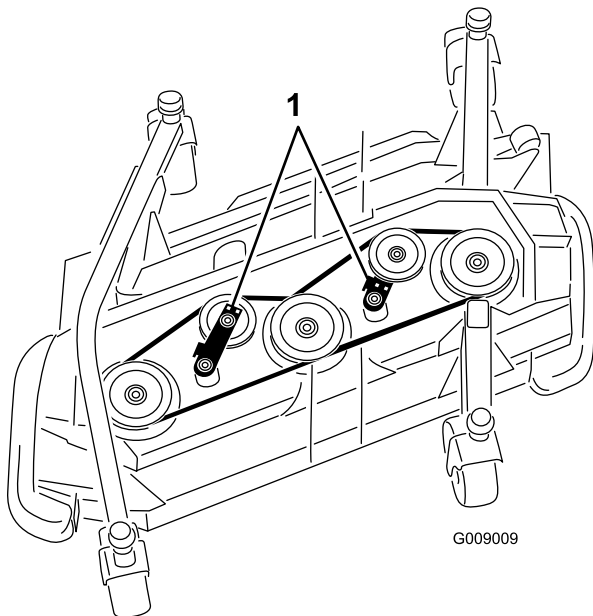

Bild 117
5. Schieben Sie die Spannscheibe mit einem Schraubenschlüssel oder einem ähnlichen Werkzeug vom Treibriemen und lassen Sie den Riemen von der Getriebespannscheibe rutschen (Bild 117).